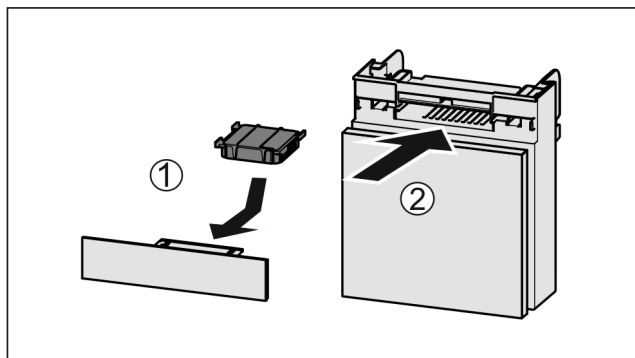

Fig. 193
- Umetnite filter s aktivnim ugljenom kao što je prikazano na slici Fig. 193 (1).
- Umetnite pretinac Fig. 193 (2).